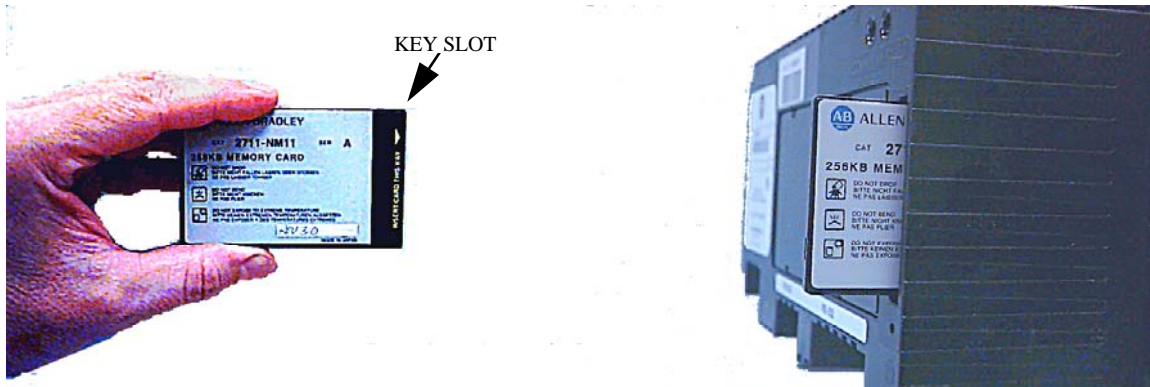

Bild 3.107 – Karte und Einschub
- Halten Sie die Karte so, daß die Anschlußseite zur Benutzerschnittstelle zeigt (Bild 3.107)